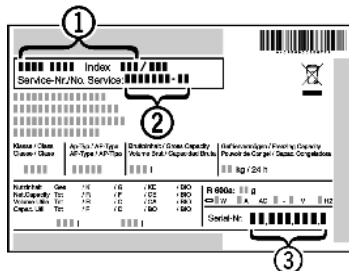

Fig. 6
▶ Прочетете от идентификационната табелка описанието на уреда Fig. 6 (1), сервизния № Fig. 6 (2) и серийния № Fig. 6 (3). Идентификационната табелка се намира на лявата вътрешна стена на уреда.
- ▶ Обадете се на сервизната служба и посочете неизправността, описанието на уреда Fig. 6 (1), сервизния № Fig. 6 (2) и серийния № Fig. 6 (3).